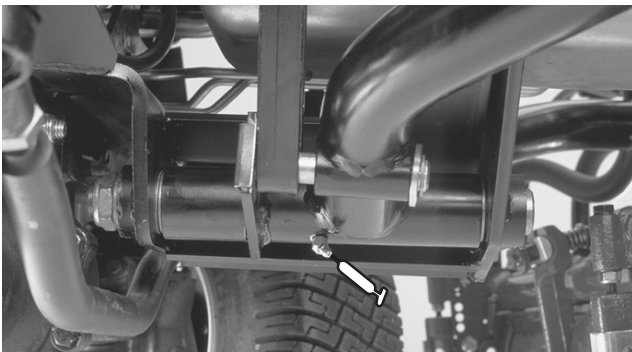

Bild 39
- Hintere Hubarm-Drehbüchsen (2) (Bild 39)